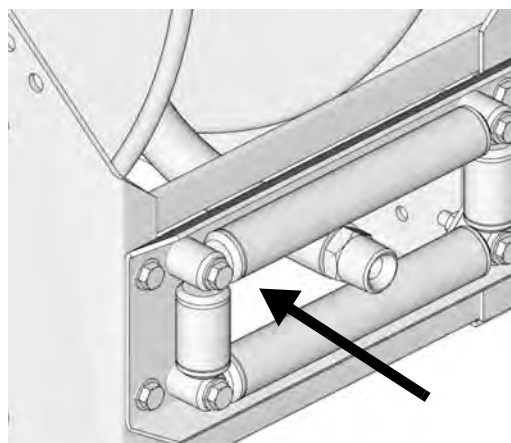

Рис. 19
5. Проденьте свободный конец шланга через шланговые ролики и вручную намотайте и зафиксируйте шланг на барабане (Рис. 19).